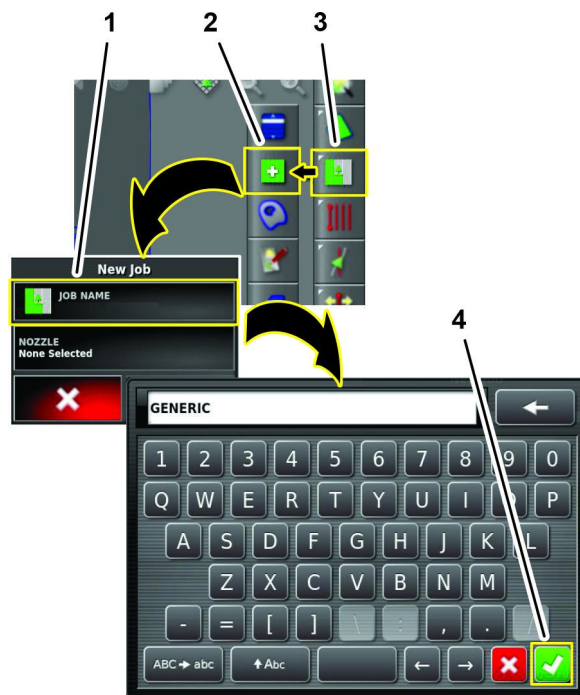

图 159
1. 按“作业菜单”然后按创建新场地图标 图 159。
2. 使用显示屏键盘输入一般作业的名称然后按“确认”图标 图 159。